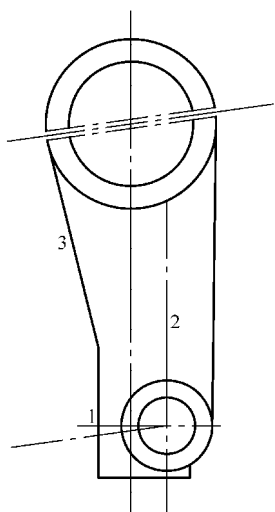

图 11-42 外轮廓
3) 单击功能区【直线】按钮, 绘制主视图的外轮廓线。其中通过【偏移】按钮, 水平中心线 1 向上偏移 3.5mm, 向下偏移 23mm, 竖直中心线 2 向左偏移 30mm, 向右偏移 10mm, 作上下圆外公切线 3, 利用【修剪】命令对其进行修剪, 并将相应的线条转换为【粗实线】图层, 如图 11-42 所示。